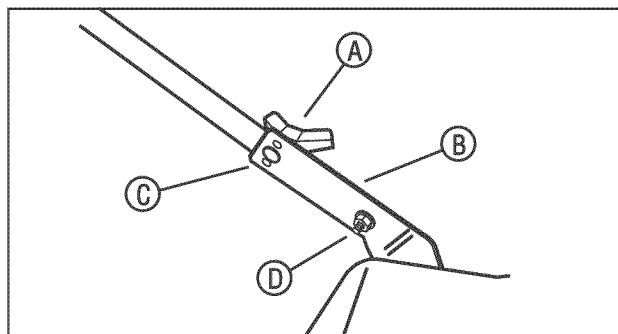

Figura 1: extensión de la manija inferior
3. Retire las tuercas de alas (A, Figura 1), las arandelas (no mostradas) y los pernos de las abrazaderas izquierda y derecha del mango (B).